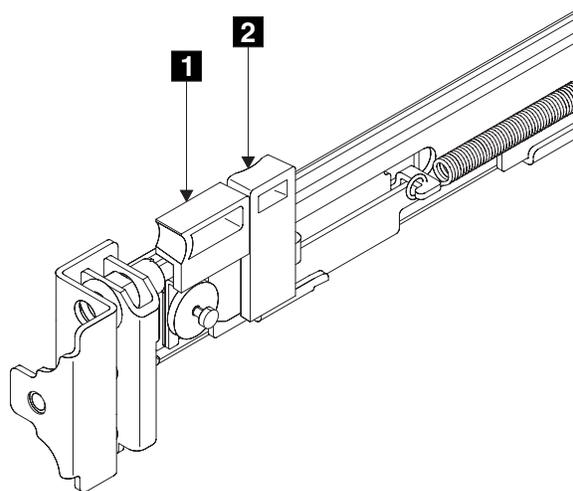

図 125. ラッチ・ロック・キャリアを引っ込める
4. ラッチ・レバー **1** の側面に指を置き、ラッチ・ロック **2** の表面に親指を置きます (図 125 を参照)。